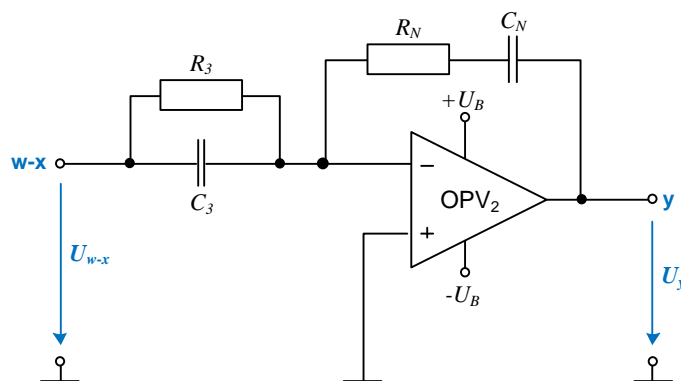

Abb. 4: PID-Regler mit zeitabhängigen Grössen $U_{w-x}(t)$ und $U_y(t)$.
In den nächsten Aufgabenpunkten wird die weitere Teilschaltung, der PID-Regler (**Abb. 4**) betrachtet:
- 3) Zeige, dass der zeitliche Verlauf der Ausgangsspannung $U_y(t)$ in **Abb. 4** folgende Funktion von $U_{w-x}(t)$ ist: